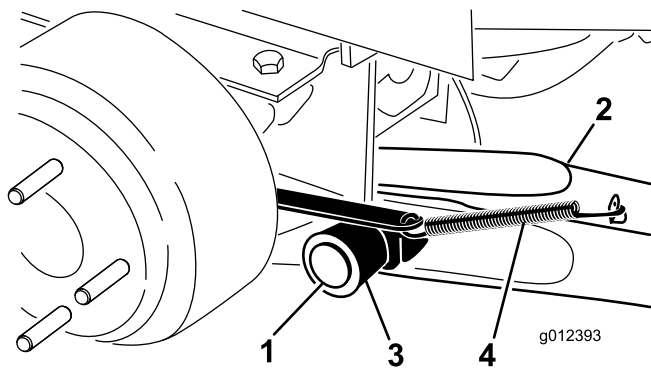

図 3
6. ピボット・ピン 1 本、コッター・ピン 1 本を使って、ピボット・ブラケットに昇降アームを取り付ける（図 3）。昇降アームを、
7. ブレーキ・リターン・スプリングを昇降アームのタブ引っ掛ける（図 3）。